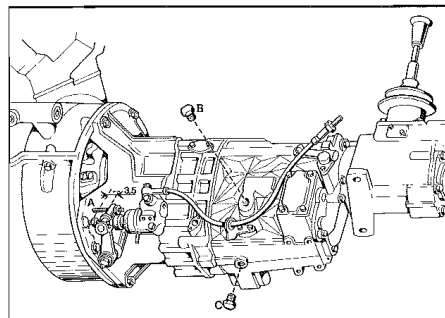

Fig. 18 - Cambio meccanico
- Tramite il tappo di carico B (**Fig. 18**).
- A gruppo caldo svitare il tappo di scarico C (**Fig. 18**) e riavvitarlo previa pulizia dello stesso. Eseguire il riempimento dal tappo di carico B.
- Checking is made through the oil filler plug B (**Fig. 18**).
- With warm transmission unscrew drain plug C (**Fig. 18**) and screw it on again after having it cleaned. Fill oil through plug B.